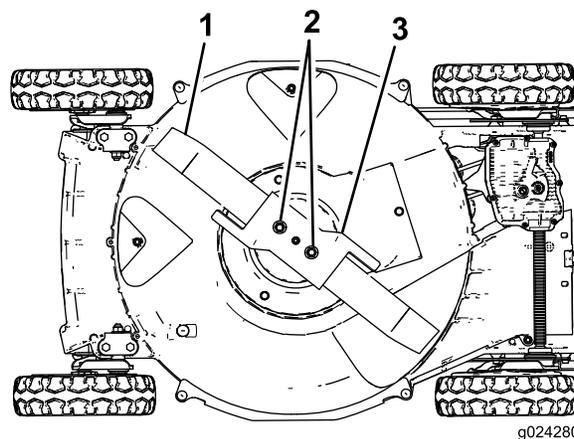

Bild 23
5. Kippen Sie die Maschine auf die **rechte** Seite (Luftfilter nach oben), wie in Bild 23 abgebildet.